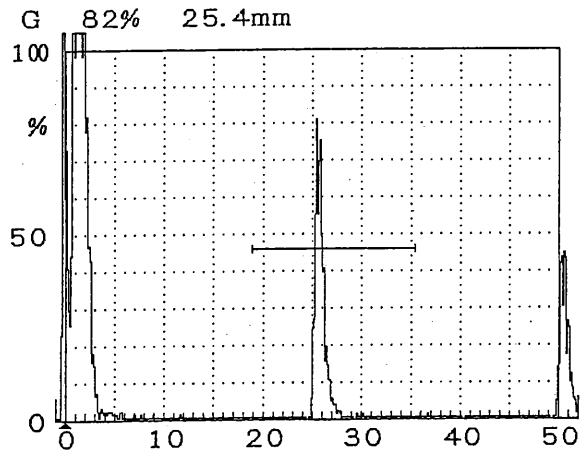

図 6.2.21 印刷様式の例 (探傷報告様式1)
- (2) 探傷報告様式(1) : 探傷図形又は周波数分析結果と、日付、UI-23 の製造番号、探触子、試験者、試験体及び詳細な探傷条件を、図 6.2.21 に示したようにA4サイ